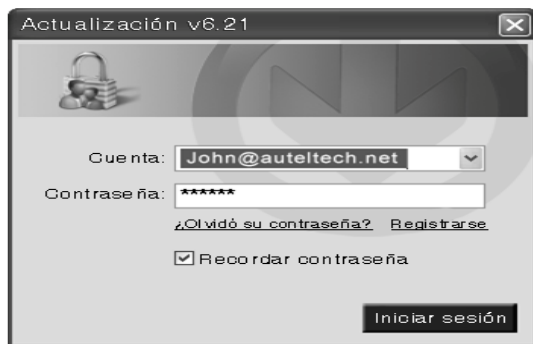

Figura 10.1
4. Ejecute la opción **Actualización de Autel** en el software **Autel PC Suit**. Espere a que aparezca la ventana emergente Iniciar sesión. (Figura 10.1)